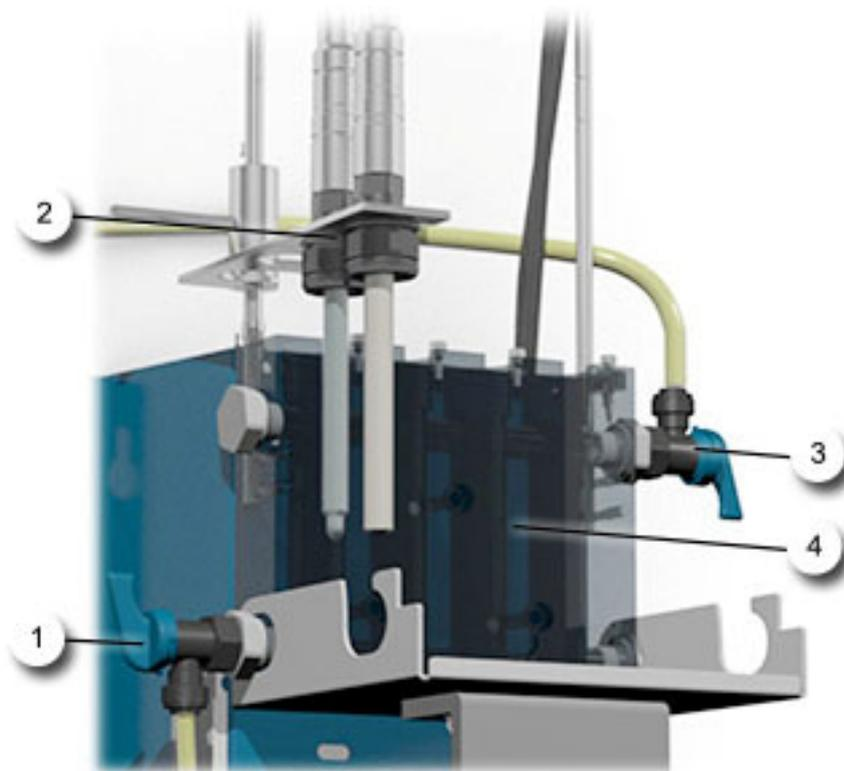

Figure 19: Vue d'ensemble AquaMaster avec AquaScat WTM
2.	Retirer tous les sondes du bloc de mesure et les positionner sur le bras de verrouillage (Figure 19, position 2). <div style="border: 1px solid black; padding: 2px; display: inline-block;"> i Plonger les sondes de pH et de conductivité dans un récipient d'eau pour éviter qu'ils ne sèchent. Ne pas utiliser de l'eau distillée, mais de l'eau du robinet propre. </div>
3.	Retirer le flexible du bloc de mesure auprès du robinet de réglage d'admission (Figure 19, position 1), ouvrir le robinet d'admission et laisser le bloc de mesure se vider dans un récipient.
4.	Nettoyer le bloc de mesure (Figure 19, position 4) à l'aide d'un goupillon.
5.	Remettre en place le flexible d'admission (Figure 19, position 1).